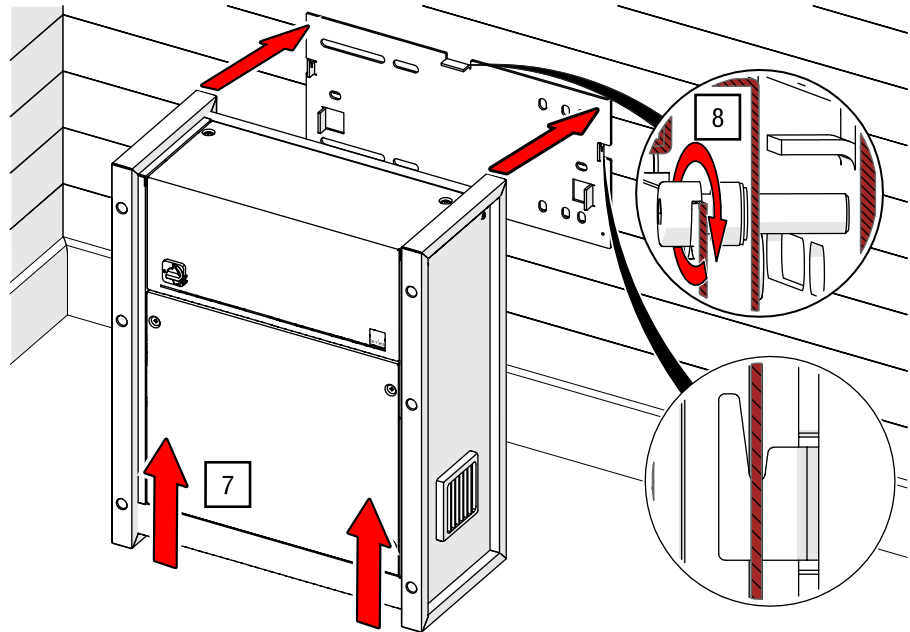

Abb. 32: Steuerung an Wandmontageplatte fixieren (Modell kann abweichen)
7. Richten Sie die Steuerung aus und hängen Sie sie mit den Schlitten auf der Rückseite in die Haken der Wandmontageplatte ein (siehe Abb. 32).
8. Heben Sie das Bedienfeld ab und sichern Sie die Steuerung mit einer M8×30-Innensechskantschraube (siehe Abb. 32).